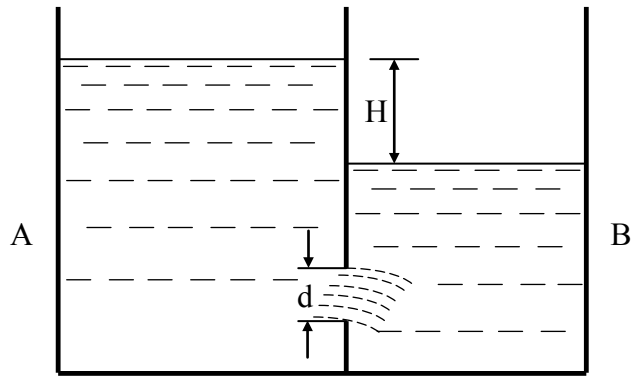

Рисунок 11.3
11.2.4 Визначити час, необхідний для вирівнювання рівнів у двох посудинах А і В, що сполучені між собою. Посудини мають сталий по висоті поперечний переріз F_1 (посудина А) F_2 (посудина В). Діаметр отвору d , початкова різниця рівнів H (рис. 11.3).